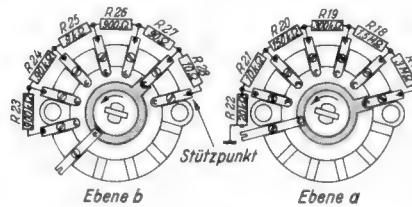

Bild 30. Bereichschalter (S1) (S2)
- Schalter S 3...S 7 (Meßartwähler), nach Zeichnung Bild 30, 5 Schaltarme mit je 4 Schaltstellungen (besser: 6 Schaltarme, 4 Stellungen) (Mayr)